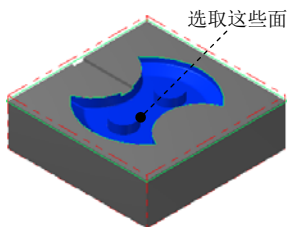

图 22.21 选取加工面
(1) 选取加工面。在图形区中选取图 22.21 所示的所有面（共 33 个面），然后按 **Enter** 键，系统弹出“刀具路径的曲面选取”对话框。